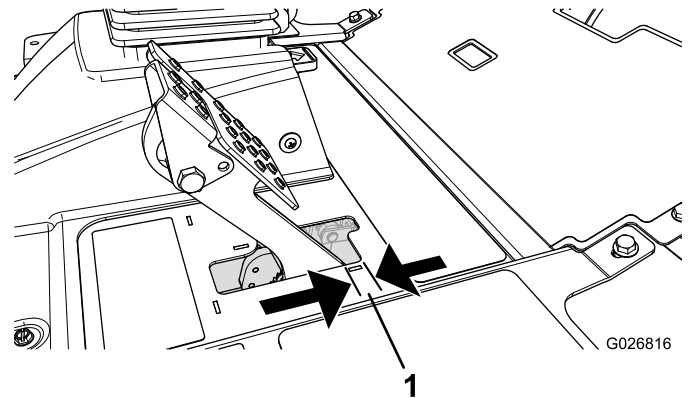

Figura 65
Regolate i freni se il pedale ha un "gioco" superiore a 2,5 cm (Figura 65), o quando è necessaria maggiore forza di tenuta. Per gioco s'intende la distanza che il pedale percorre prima che si avverta la resistenza della frenata.
2. Serrate il dado posteriore per spostare indietro il cavo, finché i pedali del freno non hanno un gioco compreso tra 0,63 e 1,27 cm (Figura 65), prima che le ruote si blocchino.